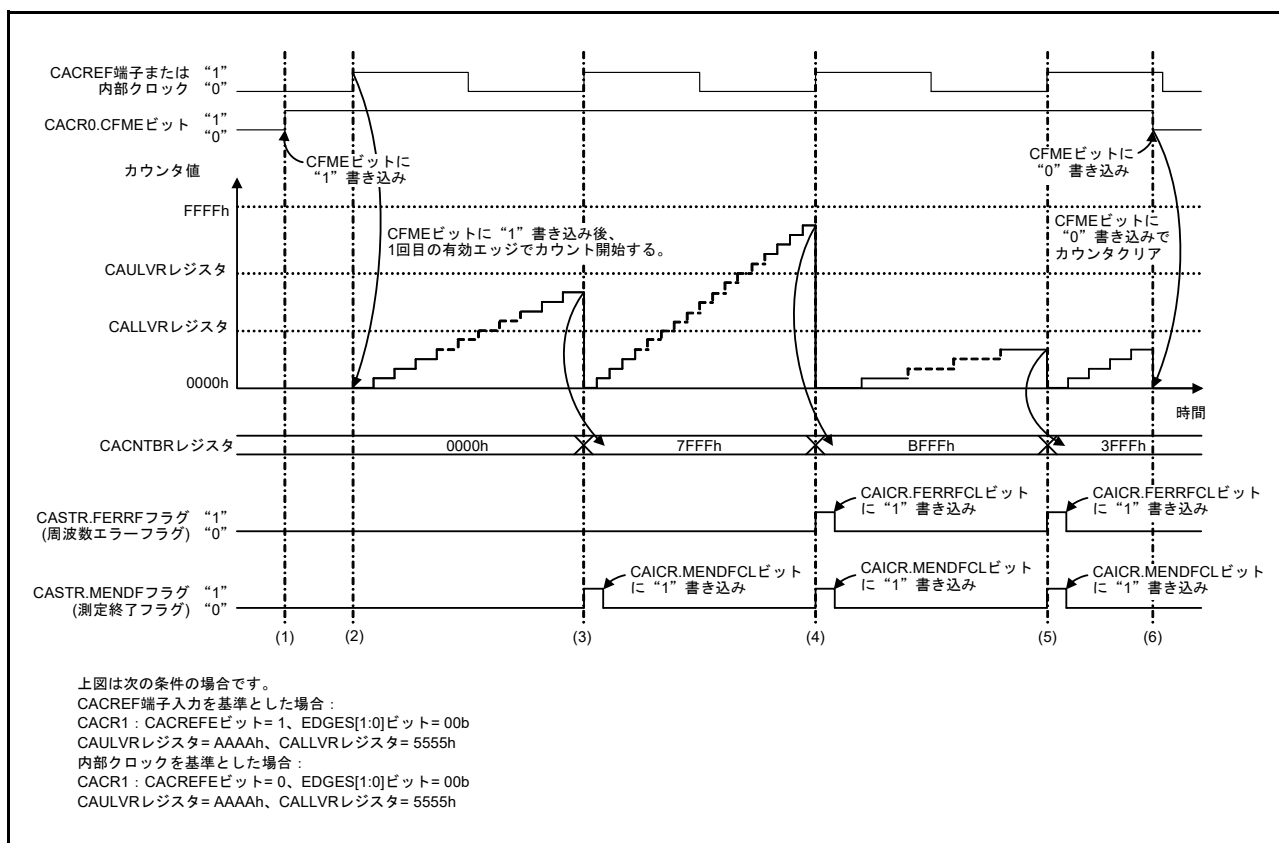

図 10.2 クロック周波数精度測定回路の動作例
クロック周波数精度測定回路は、CACREF 端子入力または内部クロックを基準にクロック周波数を測定します。図 10.2 にクロック周波数精度測定回路の動作例を示します。
- (2) CACREF 端子入力を基準とした場合は、CFME ビットに“1”を書き込み後、CACREF 端子から CACR1.EDGES[1:0] ビットで選択した有効エッジ (図 10.2 では立ち上がりエッジ (CACR1.EDGES[1:0] ビット=00b)) が入力されるとタイマのカウンタアップが開始されます。
内部クロックを基準とした場合は、CFME ビットに“1”を書き込み後、CACR2.RSCS[2:0] ビットで選択したクロックソースを元に CACR1.EDGES[1:0] ビットで選択した有効エッジ (図 10.2 では立ち上がりエッジ (CACR1.EDGES[1:0] ビット=00b)) が入力されるとタイマのカウンタアップが開始されます。